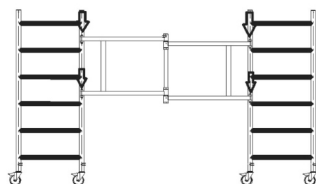

Rys. 9. Montaż zestawu kołowego 120
1. Zamontować zestaw kołowy 120 mm w kolumnach dwóch drabin blokując je zawleczkami (Rys. 9).